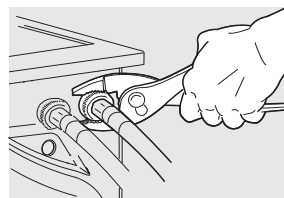

fig. 4
4. Ajuste a mano hasta que quede apretado. Luego apriete cada conexión de suministro $\frac{2}{3}$ de vuelta más con pinzas. **No cruce la rosca ni apriete en exceso estas conexiones.** (fig. 4).